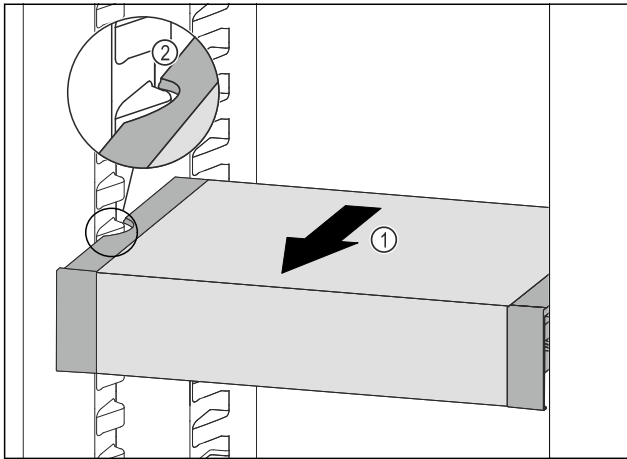

Fig. 160
- ▶ VarioSafe nach vorne ziehen Fig. 160 (1), bis sich die seitlichen Aussparungen des VarioSafes auf Höhe der Behälterrippe im Kühlteil befinden. Fig. 160 (2)